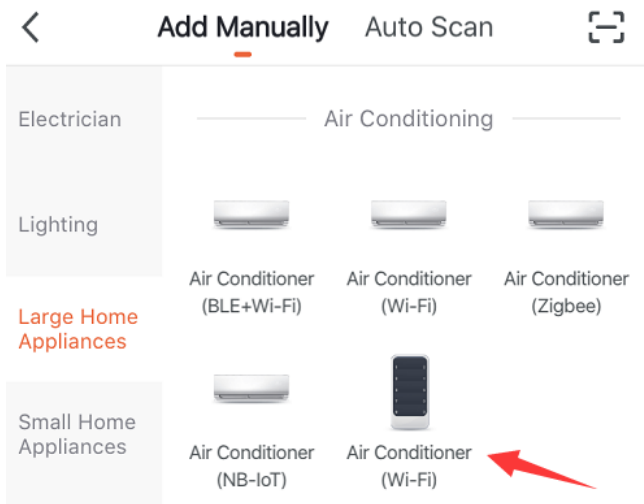

Fig.1
- Om het handmatig toe te voegen, zoek naar het pictogram „Air conditioner“ en druk erop. (Fig.1) U krijgt de melding om het 2.4GHz Wi-Fi-netwerk te gebruiken. Opgelet, het 5 GHz Wi-Fi-werk wordt niet door deze app ondersteund.